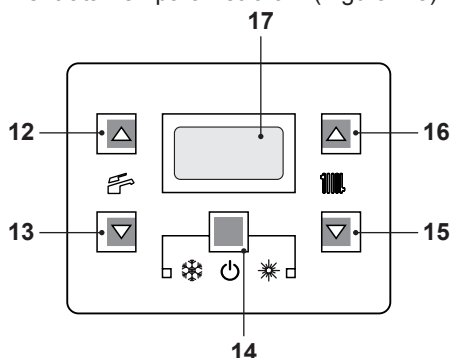
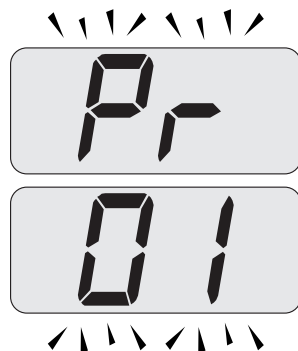

Figura 7.2
Figura 7.3
- Entrare in "modalità programmazione" premendo contemporaneamente per 10 secondi i tasti 14 - 15 - 16 (Figura 7.2) fino a far apparire sul display LCD le lettere **Pr** che si alternano con il codice **01**, indicanti l'entrata nel "parametro 01" (Figura 7.3).
- Premere contemporaneamente i tasti 15 e 16 (Figura 7.2) fino a far apparire sul display LCD le lettere **LP** che si alternano con il valore di temperatura dell'acqua di riscaldamento (es. **45**), indicanti l'entrata nell'attivazione della "funzione spazzacamino" alla potenza minima (Figura 7.4).
- Premere il tasto 15 (Figura 7.2) fino a far apparire sul display LCD le lettere **LP** che si alternano con il valore di temperatura dell'acqua di riscaldamento (es.**60**), indicanti l'entrata nell'attivazione della "funzione spazzacamino" alla potenza minima in sanitario (Figura 7.7).
- Spegnere la caldaia tenendo premuto per 2 secondi il tasto 14 (Figura 7.2) fino a far apparire sul display LCD il simbolo **— —** (Figura 7.8).